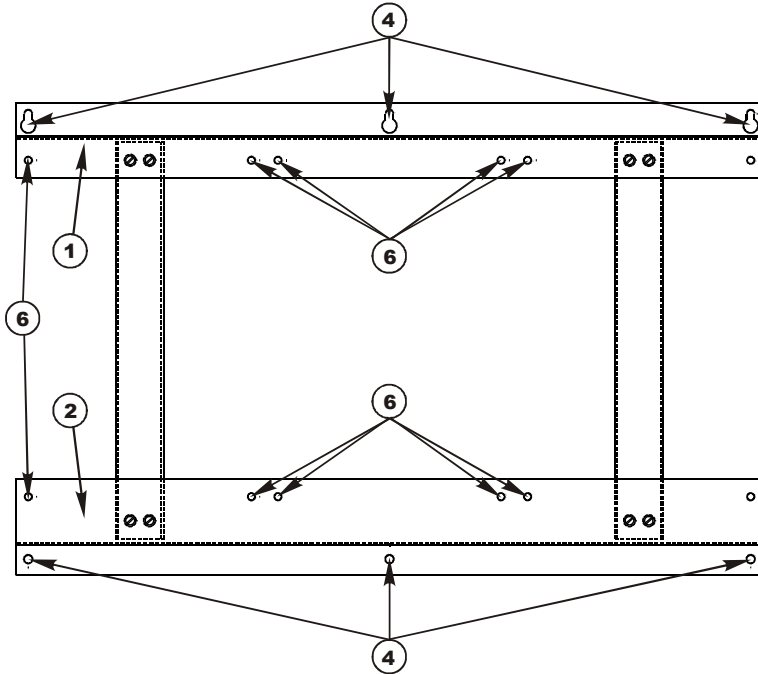

Рисунок 1 – Рама для установки стабилизаторов СКМ-3000
4.2 Используя составные части МК7 КСДП.687445.002, собрать раму (рисунок 1) в следующей последовательности: